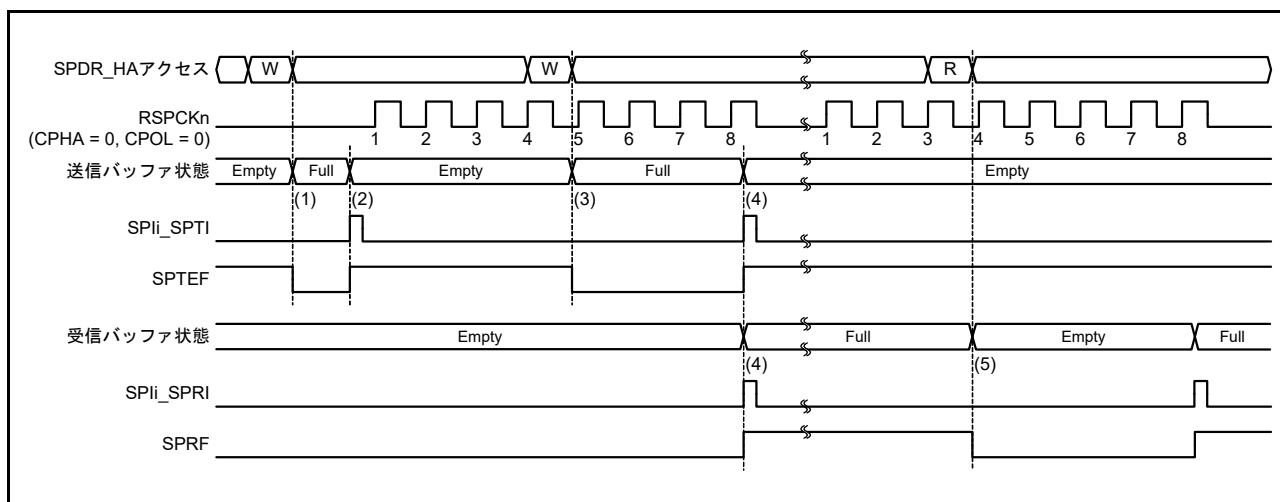
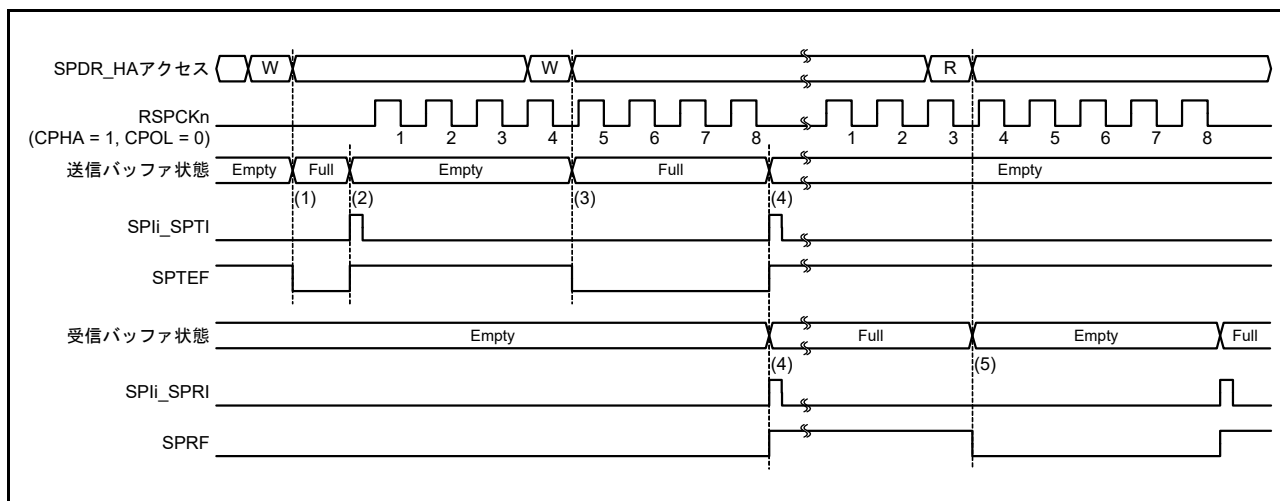

図 36.26 SPI_i SPTI および SPI_i SPRI 割り込みの動作例 (CPHA = 0、CPOL = 0)
図 36.27 SPI_i SPTI および SPI_i SPRI 割り込みの動作例 (CPHA = 1、CPOL = 0)
図 36.26 および図 36.27 に、送信バッファエンプティ割り込み (SPI_i SPTI) と受信バッファフル割り込み (SPI_i SPRI) の動作例を示します。これらの図に記載の SPDR_HA アクセスは、SPDR_HA レジスタへのアクセス状況を示しています。W はライトサイクル、R はリードサイクルを示しています。図 36.26 の例では、SPCR.TXMD ビットが 0、SPDCR.SPFC[1:0] ビットが 00b、SPCMDm.CPHA ビットが 0、SPCMDm.CPOL ビットが 0 の設定で、SPI が 8 ビットのシリアル転送を実行しています。図 36.27 の例では、SPCR.TXMD ビットが 0、SPDCR.SPFC[1:0] ビットが 00b、SPCMDm.CPHA ビットが 1、SPCMDm.CPOL ビットが 0 の設定で、SPI が 8 ビットのシリアル転送を実行しています。RSPCK_n 波形の下に記載した数字は、RSPCK サイクル数 (= 転送ビット数) を示しています。
以下に、図 36.27 の (1) ~ (5) に示したタイミングでの SPI の動作を説明します。